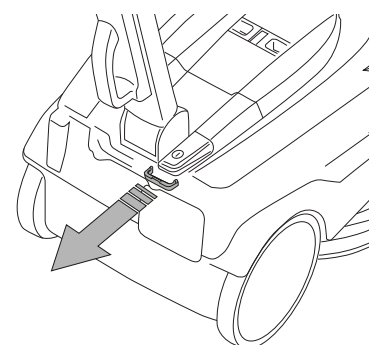

Fig.2C
- Rimuovere il blocco meccanico dall'interruttore (Fig.2C).